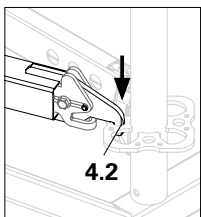

Fig. A1.11c
- Hæng krogen med skyder (**4.2**) i rosetten. (Fig. A1.11c)
→ Sikringen er løsnet. (Fig. A1.11c)